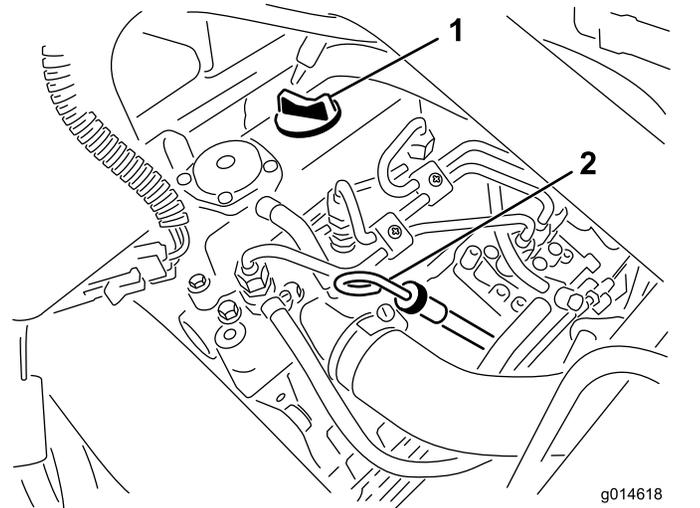

Рисунок 31
- Выньте масломерный щуп и протрите его чистой ветошью (Рисунок 31).